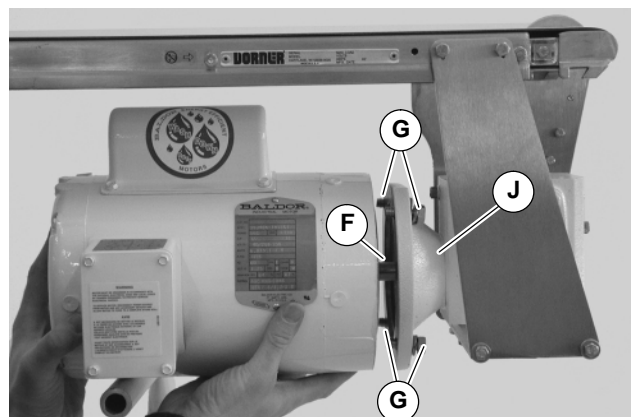

Abbildung 36
5. Mit der Passfeder (F siehe Abbildung 36) in der Nut, den neuen Getriebemotor mit dem Untersetzungsgetriebe (J) zusammenschieben. Die Schrauben und Beilagscheiben einsetzen (G) und festziehen.